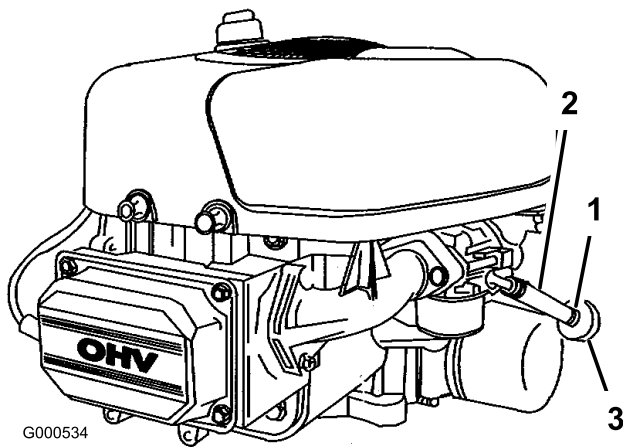

Bild 41
5. Lockern Sie die Schlauchklemme am Kraftstofffilter und schieben Sie sie an der Kraftstoffleitung weg vom Kraftstofffilter (Bild 41).
4. Drücken Sie die Enden der Schlauchklemmen zusammen und schieben Sie sie vom Filter weg (Bild 41).
6. Setzen Sie einen neuen Filter ein und schieben Sie die Schlauchklemmen an den Filter heran (Bild 41).
6. Ziehen Sie die Kraftstoffleitung vom Filter (Bild 41).
8. Bringen Sie die Kraftstoffleitung am -filter an. Schieben Sie die Schlauchklemme ganz an den Kraftstofffilter heran, um die Kraftstoffleitung zu befestigen (Bild 41).